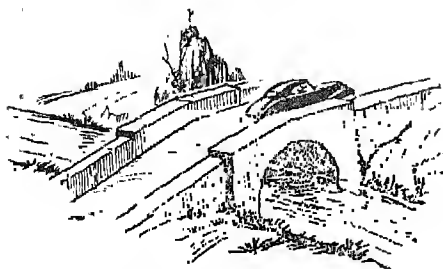

Fig. 1. — Débit d'une rivière. Il est mesuré par le nombre de mètres cubes d'eau qui passent, pendant une seconde, en un point, sous ce pont par exemple.
a) Un ingénieur qui cherche à utiliser un cours d'eau pour installer un moulin, une scierie, une usine quelconque... s'intéresse d'abord à la quantité d'eau que la rivière transporte, et, pour préciser, au *nombre de mètres cubes d'eau qui passe, pendant chaque seconde, en un point donné, sous un pont par exemple (fig. 1).*